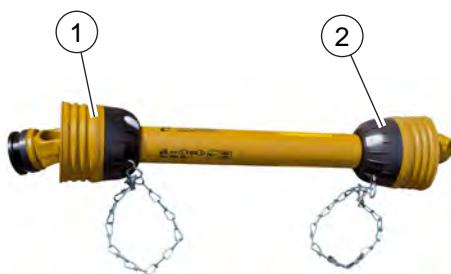

FIG. 21
- Protección del eje de transmisión lado tractor (1, "Fig. 21") y lado máquina (2) incluidas las cadenas de contención.